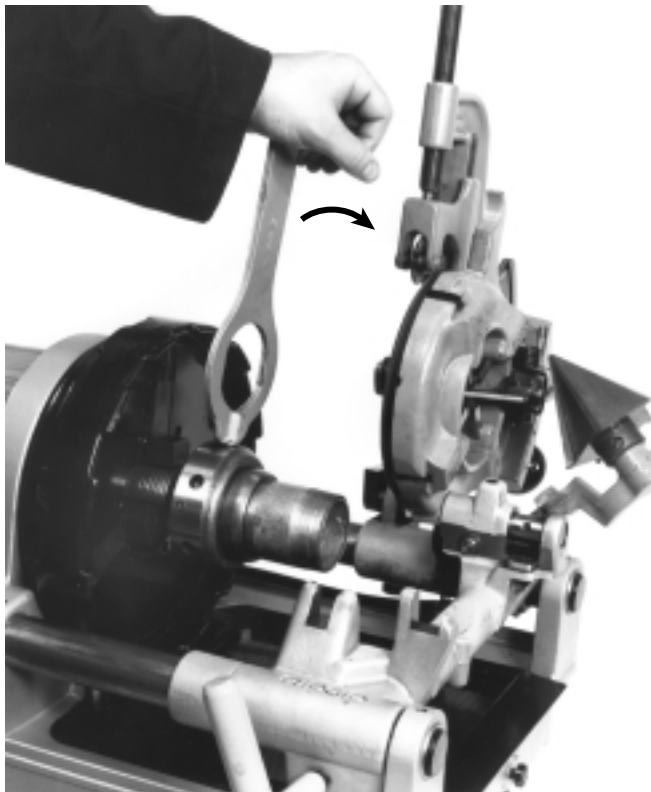

Figura 21 – Extracción del niple terminado del Portaherramientas niplero No. 819
- Introduzca el pasador que está inserto en el extremo de la llave mecánica (Figura 21) dentro de uno de los agujeros en el collar de desenganche del portaherramientas niplero. Gírelo. Extraiga a mano el niple que ha sido roscado.